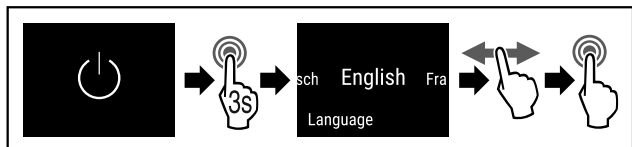

Fig. 49
- ▶ Suivre les étapes (voir Fig. 49).